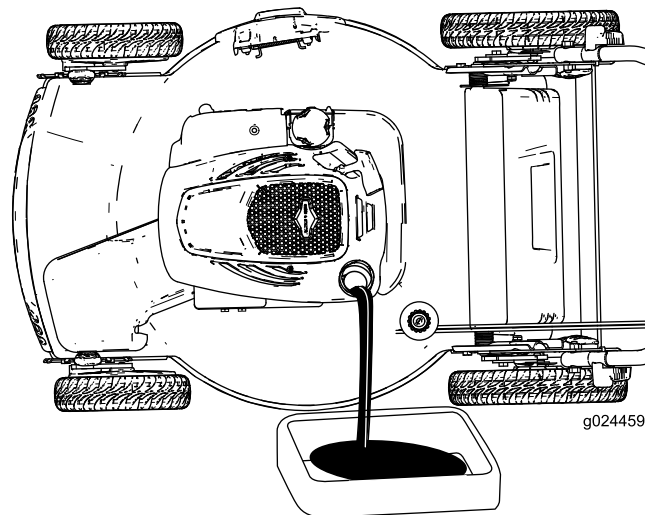
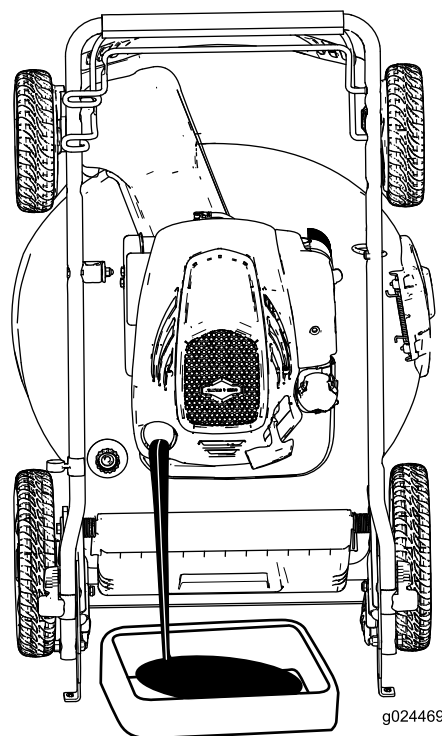

Figure 22
Figure 23
4. Basculez la machine sur le côté en plaçant la jauge en bas (Figure 22) ou levez la machine en position verticale de remisage (Figure 23; voir Remisage de la machine en position verticale (page 11)) pour vidanger l'huile usagée par le tube de remplissage d'huile.